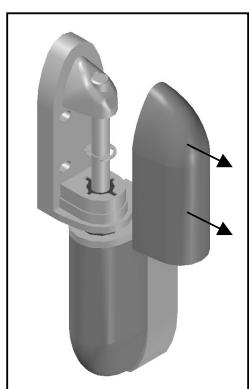

Fig.1
1. Asportare il cappuccio superiore delle cerniere ed eliminare il fermo di sicurezza (fig.1/2)